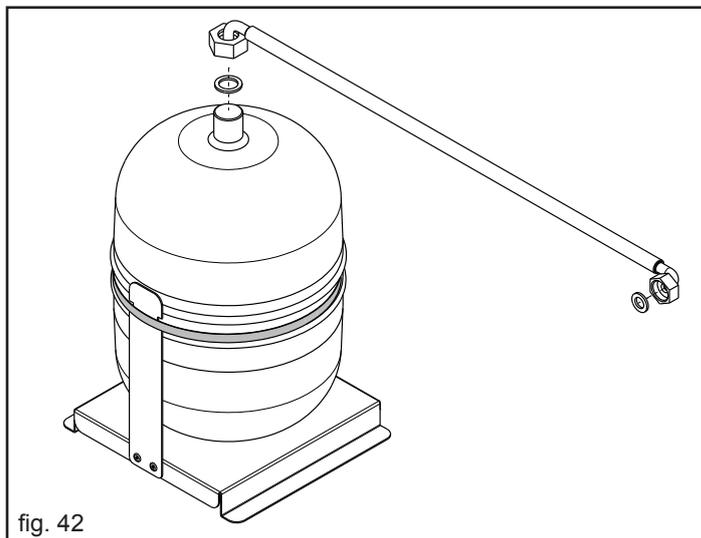

fig. 42
- Collegare la rampa al vaso interponendo la guarnizione da 3/4" (fig. 42)